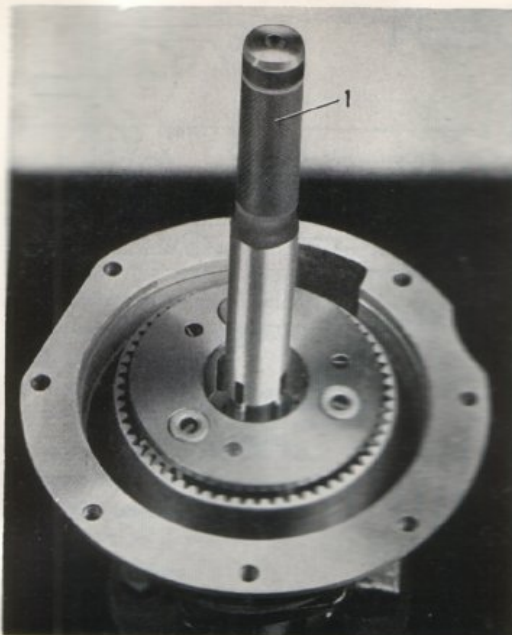
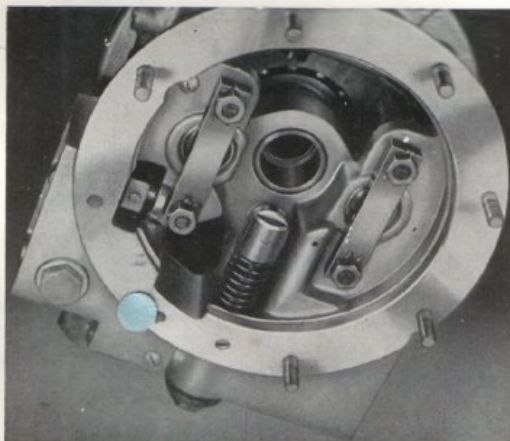

Bild 26. Montering av planethjul, II
Bild 27. Hopsättning av främre hushalva
5. Pressa nållagren (39) i planethjulen (38) med dorn SVO 2417. Lagren skall ligga något under hjulens sidoytor. Montera samman planethjulshållare, axlar, brickor och planethjul, se bild 25. Styr upp splinsen i planethjulshållare och frihjulsnov med dorn SVO 2420, se bild 26.
6. Montera solhjulet (46) i kopplingslamellen (43). Sätt ihop skruvar, trycklager och trycklagerhållare. Montera trycklagret på kopplingslamellen.
7. Montera kolvarna (14) i främre hushalvan. Montera samman kopplingslamell, bromstrumma (41), tryckfjädrar (54), främre hushalva och tryckplattor (50, 56) till en enhet, se bild 27. Vid hopsättningen strykes tätningsmedel på bromstrummans båda sidor.